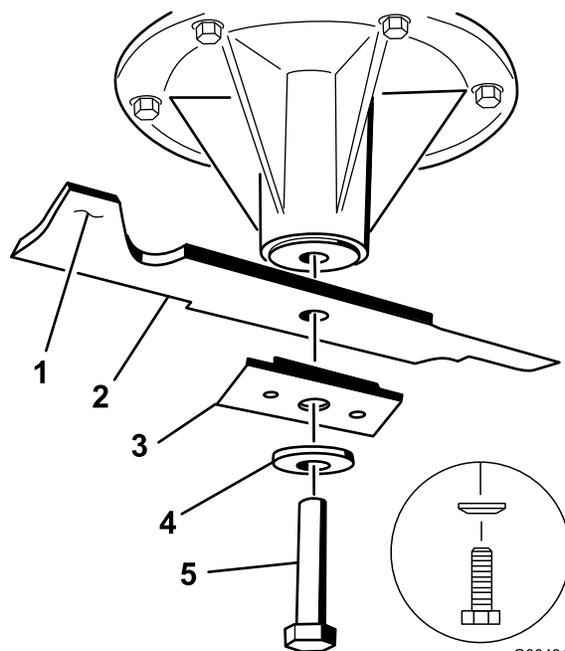

Figure 64
3. Sur les tabliers de coupe de 132 cm (52 pouces), montez la lame, le renfort, la rondelle bombée et le boulon de lame (Figure 64).